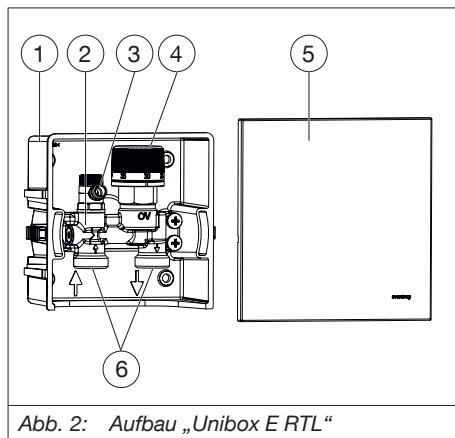

Abb. 2: Aufbau „Unibox E RTL“
Mit dem Handrad (siehe Abb. 2 (4)) können Sie die gewünschte Mediumtemperatur der Flächentemperierung einstellen. Der im Ventil integrierte Rücklaufftemperaturbegrenzer fühlt die durchströmende Mediumtemperatur und dementsprechend öffnet bzw. schließt der Rücklaufftemperaturbegrenzer das Ventil.